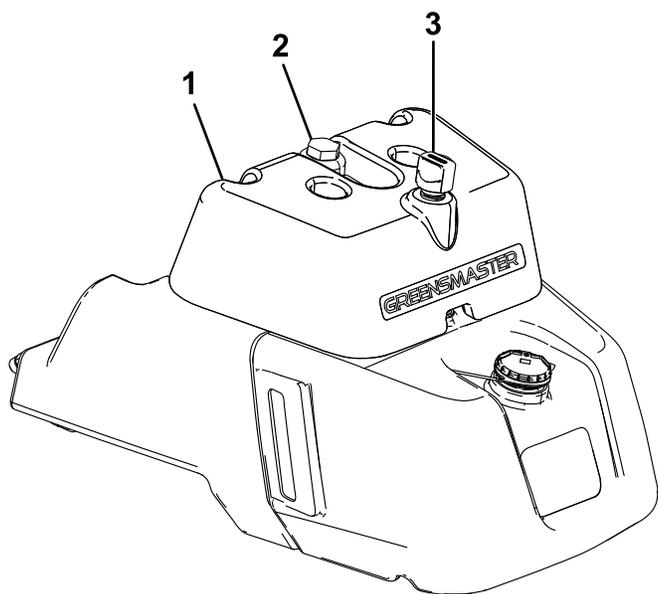

図 41
- 油圧オイルタンクに油量確認窓がついている場合は、そこで確認し 図41ステップ5に進んでください。